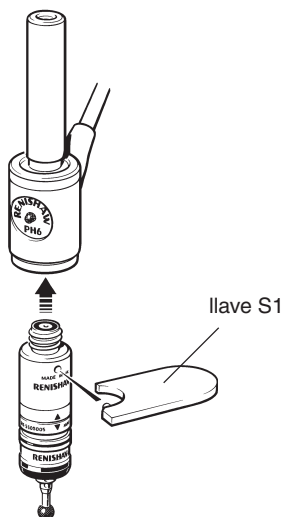

Figura 20. Incorporación de una sonda de activación por contacto a un cabezal de sonda manual (PH6 en la ilustración)
Incorpore una sonda de activación por contacto MMC de rosca M8, sin articulación automática, a un cabezal de sonda manual, como se describe a continuación (vea la figura 20):
2. Ajuste la llave S1 ‘C’ suministrada en la sonda de activación por contacto, como se indica en la figura 20.